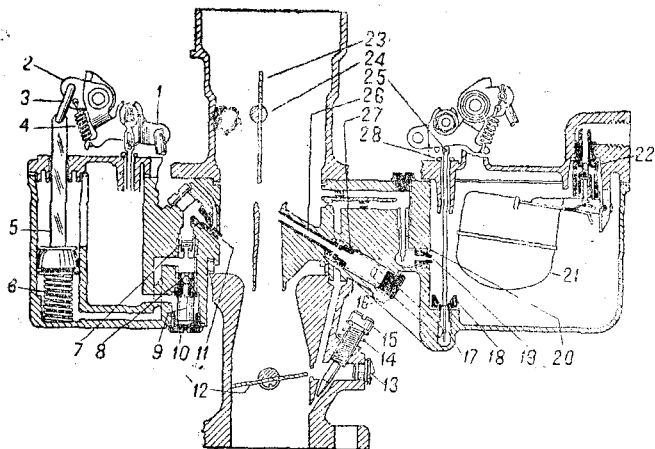

Рис. 11. Карбюратор «Картер»:
1. Для обогащения смеси при запуске двигателя карбюратор имеет воздушную заслонку 23 (рис. 11), управляемую кнопкой с надписью «Choke». При запуске двигателя кнопка воздушной заслонки вытягивается полностью, а после запуска может быть или полностью возвращена в исходное положение или возвращена постепенно, по мере прогрева двигателя.